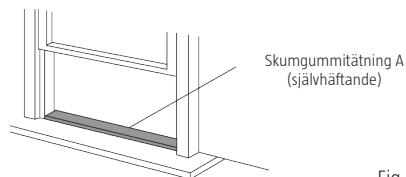

Fig. 8
1. Kapa den självhäftande skumgummitätningen till lämplig längd och fäst den på den nedre fönsterkarmen. Fig. 8